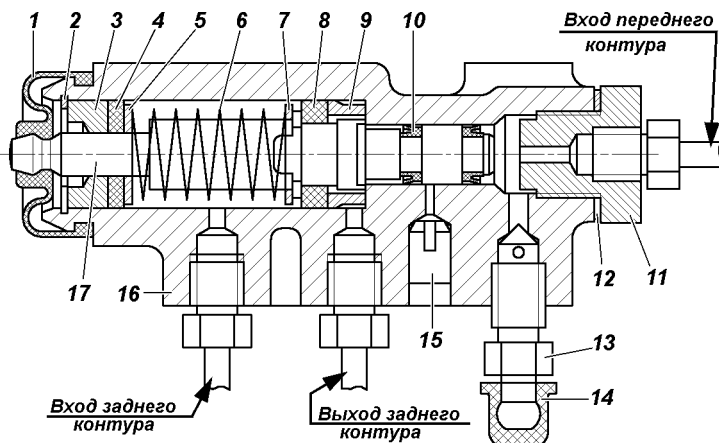

Рис. 9.57. Регулятор давления:
Регулятор давления (рис. 9.57). При обслуживании проверяйте работоспособность регулятора давления. Очищайте регулятор от грязи и проверяйте надежность его крепления. Внешним осмотром убедитесь, что регулятор и детали его привода не имеют повреждений, отсутствуют подтекания тормозной жидкости и люфты в соединении стойки с упругим рычагом и кронштейном на заднем мосту.
Обращайте внимание при осмотрах гидропривода на расположение контрольной заглушки 15 (см. рис. 9.57) и
3. Завернуть болт 4 до соприкосновения его с хвостовиком поршня 17 (см. рис. 9.57) регулятора, довернуть болт на 2/3 оборота (4 грани головки болта) и затянуть контргайку.
и правильно выполненной регулировке привода должно быть некоторое опережение блокировки передних колес относительно задних. В случае опережающей блокировки задних колес дополнительно отвернуть болт 4 (см. рис. 9.57) на 1-2 грани головки болта и повторить проверку при движении автомобиля.